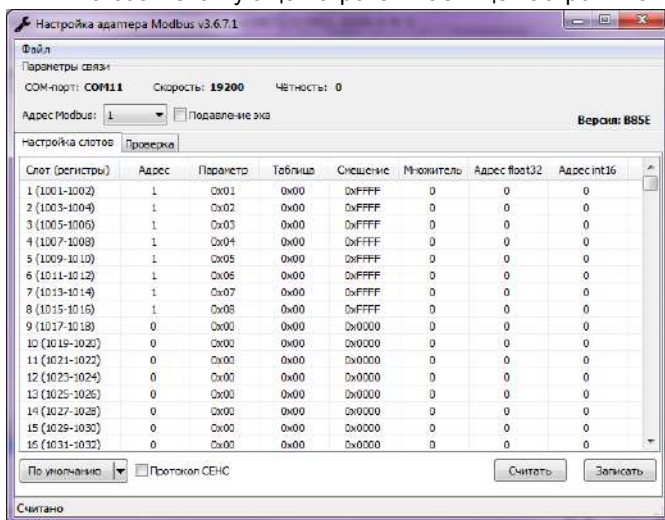

Рисунок 8 – Окно утилиты «Настройка адаптера Modbus»
3.5.5.4 Для проверки связи с адаптером нажать кнопку «Считать». При этом адаптер должен быть включен в режиме обмена по протоколу «Modbus RTU». После нажатия кнопки «Считать» программа должна считать значения регистров адаптера. При этом будет выдано сообщение «Считано» в строке состояния программы (рисунок 8). Если значения регистров не считаны (адаптер не найден), то необходимо:
3.5.6.1 При нажатии кнопки «Считать» программа считывает текущие настройки всех слотов опроса адаптера (рисунок 8). Запись в память адаптера считанных и измененных настроек всех слотов опроса производится с помощью кнопки «Записать».